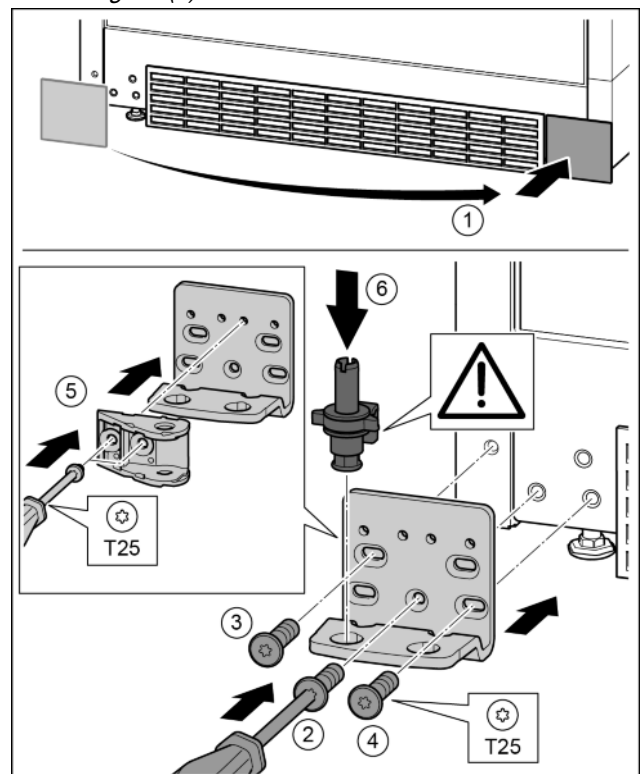

Fig. 30
- ▶ Sejměte kryt a připevněte jej na druhé straně. Fig. 30 (1)
- ▶ Nasadíte stojan ložiska na druhé straně a přišroubujte pomocí šroubováku T25. Začněte šroubem 2 dole uprostřed. Fig. 30 (2)
- ▶ Pevně utáhněte šroub 3 a 4. Fig. 30 (3, 4)
- ▶ Dveřní závěs otočte o 180°. Šroubovákem T25 přišroubujte na druhé straně stojanu ložiska. Fig. 30 (5)
- ▶ Zcela vložte ložiskový čep. Přitom dávejte pozor, aby zajišťovací vačka směřovala dozadu. *Fig. 30 (6)*